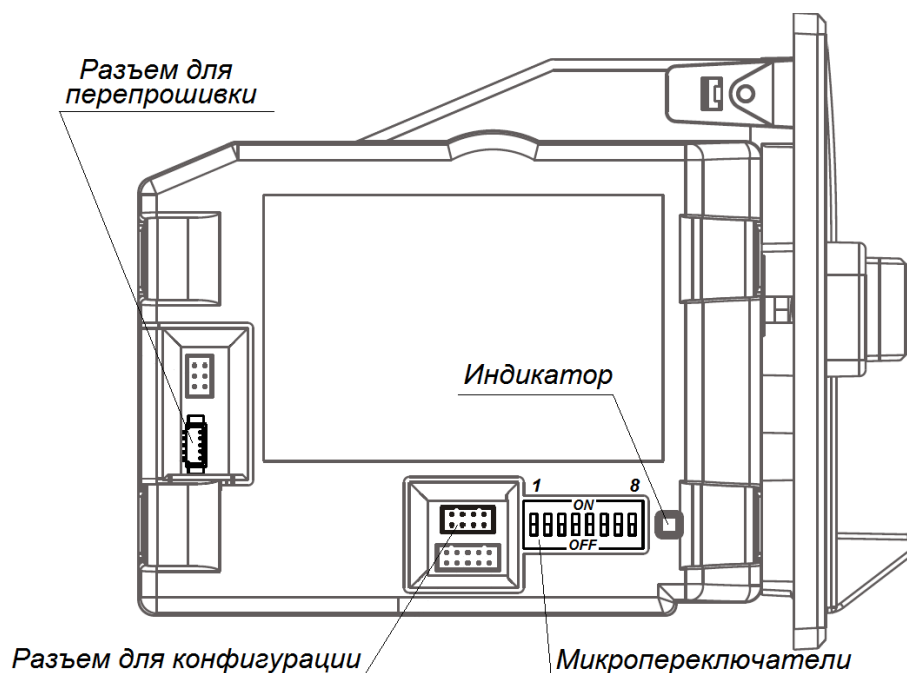

Рисунок 32. Расположение разъемов
- На ПК установите и запустите приложение для настройки параметров картоприемника «UCAx Tools». Внешний вид окна приложения показан на рис. 32, связь с монетоприемником устанавливается автоматически сразу после запуска приложения.
- нажмите кнопку **Read current version from UCA1**, в строке **Status** будет показана текущая версия ПО – например, *UCA2S3801I0010(5198)* (см. рис. 32);
- в таблице в столбцах **Value of Coin**, **Disable**, **Sorter**, **Dipsw** установите для каналов монетоприемника (от 1-го до 8-го) номиналы монет и соответствующие им параметры, как показано на рис. 32.
5. В поле **Value of Pulse** введите сумму, которую необходимо внести пользователю для прохода (на рис. 32 показан пример суммы в 10 рублей).